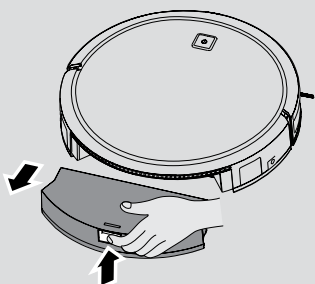

Fig. 17
1. Druk op de ontgrendelingsknop en trek deze naar buiten. **[Fig. 17]**
2. Druk op de knop van het stofreservoir en neem het stofreservoir uit de reiniger. **[Fig. 17]**